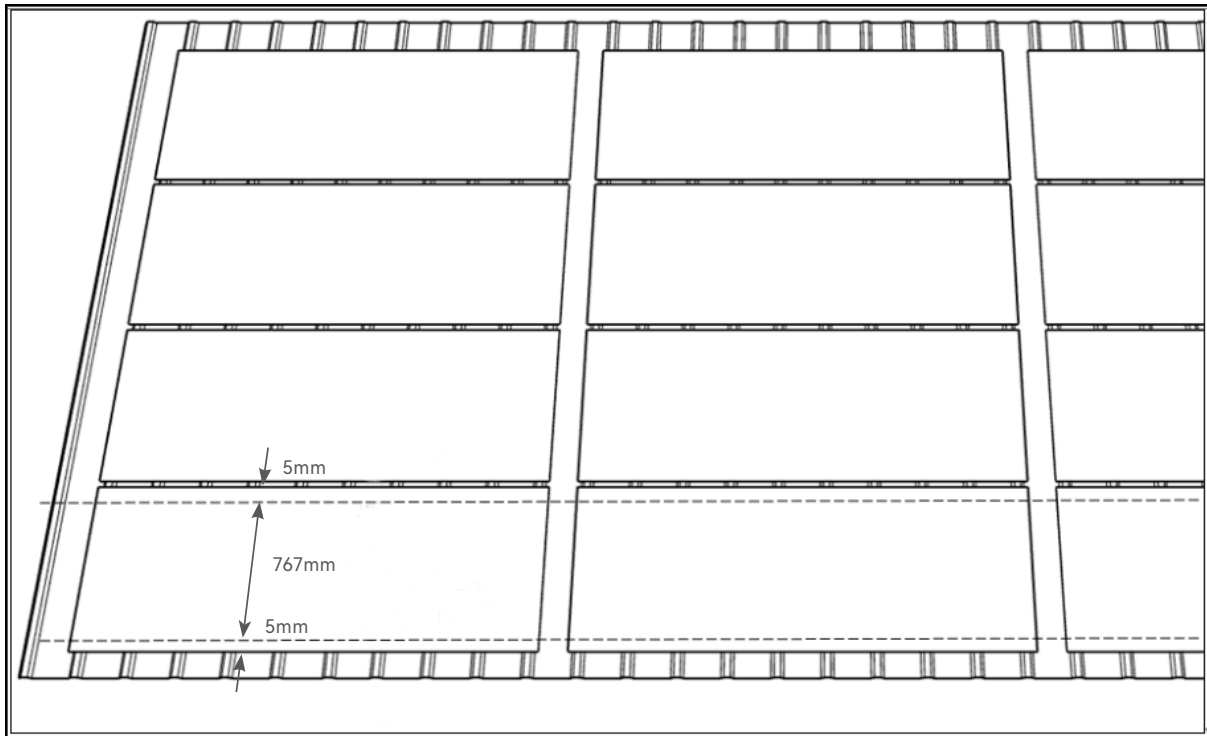

FIGURE 5
- ④ La longueur de chaque section d'adhésif structurel doit être de 767 mm, avec une indentation de 5 mm à chaque extrémité par rapport au bord long du produit Galaxy Plus (comme indiqué dans la figure 5).